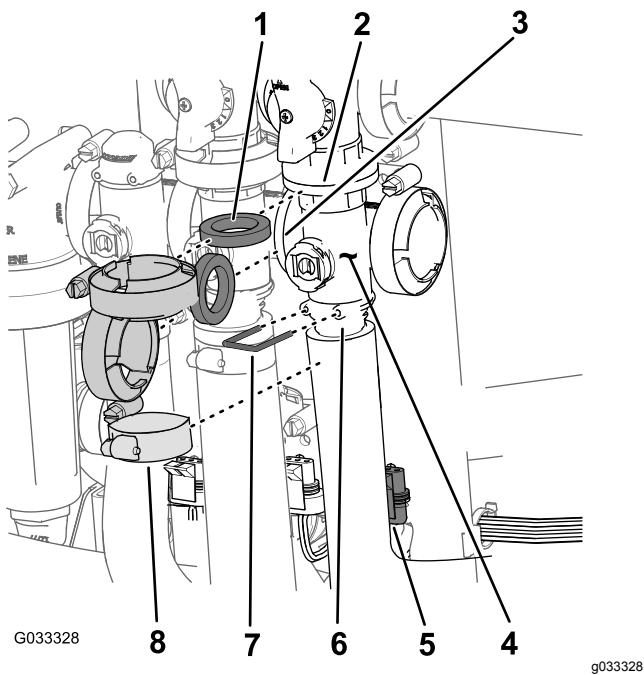

Figure 66
- Retirez les colliers et les joints qui fixent le collecteur de la vanne maîtresse des rampes (Figure 66) à la vanne de dérivation de la vanne maîtresse, la vanne d'agitation et la vanne du collecteur (au bout du flexible du débitmètre).
- Retirez l'étrier qui fixe le raccord de sortie au collecteur de la vanne maîtresse (Figure 66).